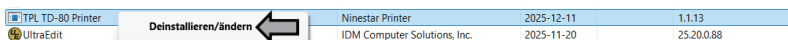

Fig.20
① Öffnen Sie die Systemsteuerung auf Ihrem Computer und wählen Sie Programme deinstallieren. Suchen Sie in der Liste der installierten Programme den Treiber, den Sie entfernen möchten. Klicken Sie mit der rechten Maustaste auf den betreffenden Treiber und wählen Sie Deinstallieren/Ändern, um die Oberfläche zur Treiberdeinstallation aufzurufen (siehe Abbildung 20).